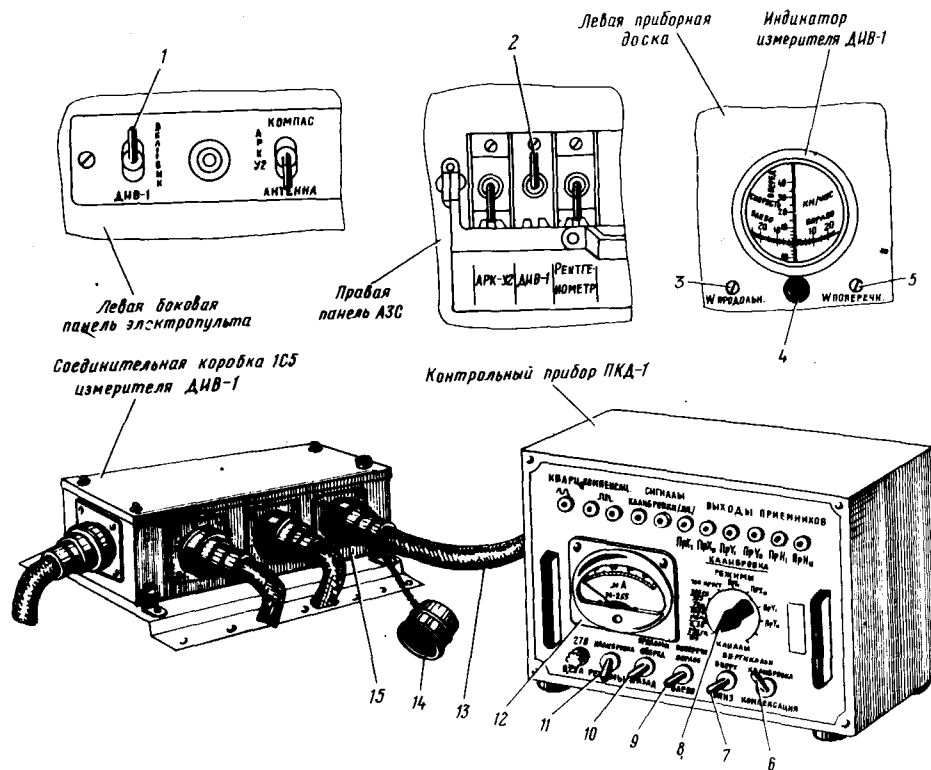

Рис. 37. К проверке работоспособности доплеровского измерителя ДИВ-1:
1. С разъема 15 (рис. 37) Ш5-5 соединительной коробки 1С5 измерителя снять заглушку 14.